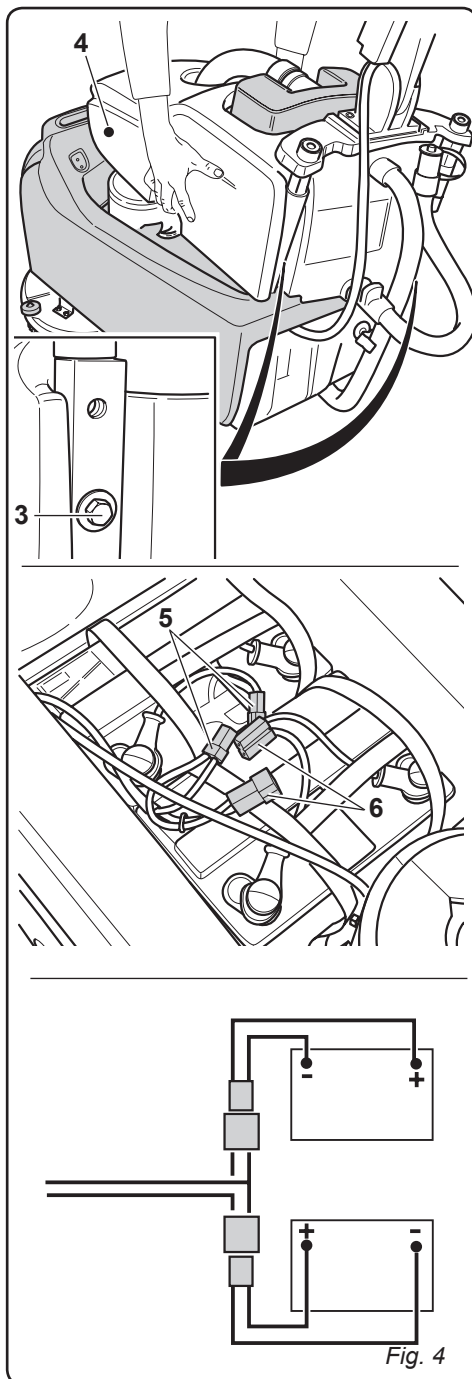

Fig. 4
3.1.b - Instalación de las baterías(sólo para las versiones CB) (Fig. 4)
- Destornillar los tornillos (3) que fijan el depósito (4) al soporte manilla.
- Quitar el depósito (4) del agua de retorno e instalar los conectores (5) y (6) de las baterías.
- Volver a poner el depósito (4) del agua de retorno.